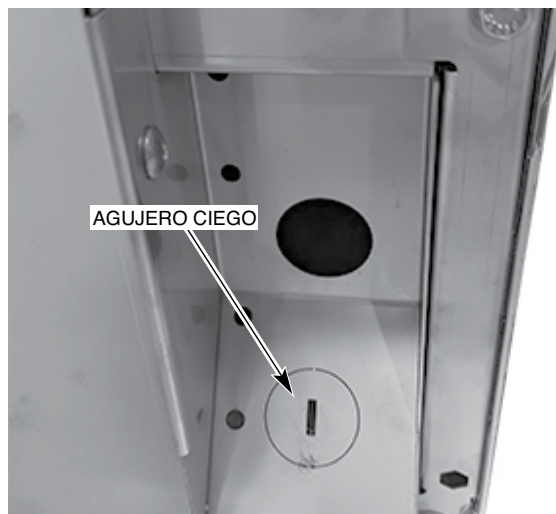

Fig. 3
3. En la parte inferior derecha de la parte posterior de la máquina se suministra un agujero de 3,5 cm (1 $\frac{3}{8}$ in) de diámetro para una conexión de conducto (Fig. 3). Si es necesario por razones de espacio, abra el agujero ciego y utilice un accesorio de 45°.